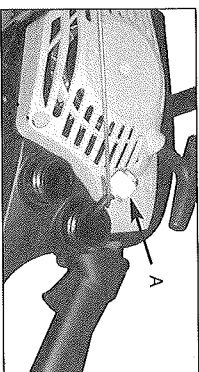

Fig. 16
4. Soulevez le filtre (A) hors du réservoir (Fig. 16).